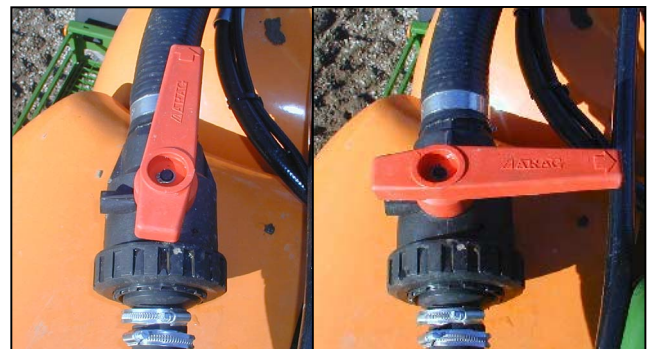

Bild 10.9
- 3-vägs kran (bild 10.9)
- ställs i flödesriktningen (bild 10.9/A) vid fyllning av spoltank.
- ställs i 90° mot flödesriktningen (bild 10.9/B) vid fyllning av huvudbehållare.